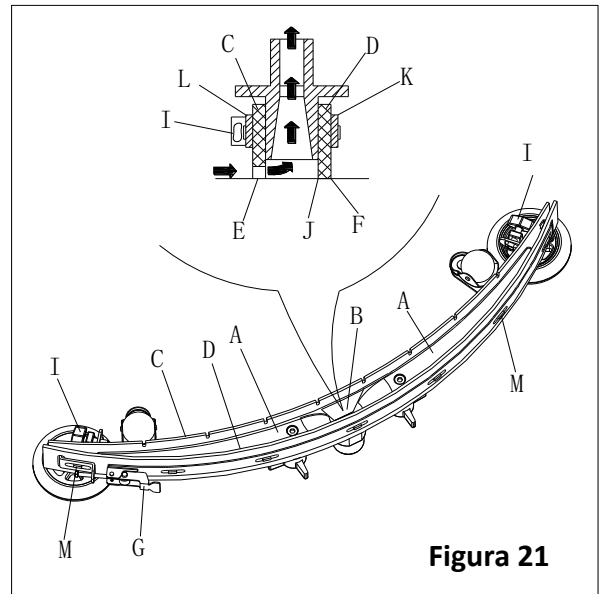
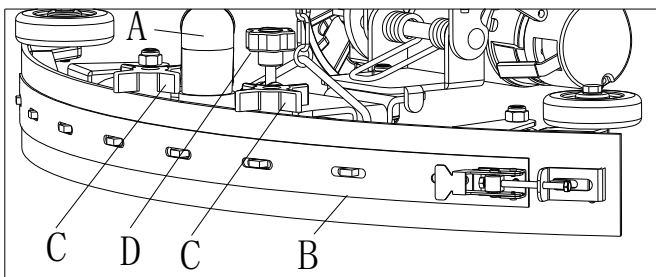

Figura 21
Figura 22
2. Verifique se as beiras (E, Figura 21) da lâmina frontal (C) e as beiras (F) da lâmina traseira (D) ficam ao mesmo nível, ao longo do seu comprimento; se necessário, ajuste a sua altura de acordo com os passos seguintes:
- Retire a barra de ligação (G), desencaixe os fixadores (M) e ajuste a lâmina traseira (D); volte a apertar os fixadores (M) e instale a barra de ligação (G).
- Desaperte os botões (I) e ajuste a lâmina frontal (C); volte a apertar os botões.
3. Verifique o estado da lâmina frontal (C) e a lâmina traseira (D) procurando por cortes de desgaste; se necessário, substitua de acordo com os passos seguintes. Verifique se o canto frontal (J) da lâmina traseira (D) não está desgastado; se necessário, gire a lâmina para substituir o canto desgastado por um em bom estado. Se os outros cantos também estiverem desgastados, substitua a lâmina de acordo com os passos seguintes:
- Retire a barra de ligação (G), desencaixe os fixadores (M) e retire a faixa retentora (K); substitua/gire a lâmina traseira (D). Monte a lâmina na ordem contrária dos passos acima descritos.
- Desaperte os botões (I) e retire a faixa retentora (L); substitua a lâmina frontal (C). Monte a lâmina na ordem contrária dos passos acima descritos. Depois de substituir a lâmina 8ou girar), ajuste a altura como mostrado nos passos anteriores.
4. Ligue a mangueira de vácuo (A, Figura 22) ao squeegee.
5. Instale o squeegee (B) e aperte os botões (C).